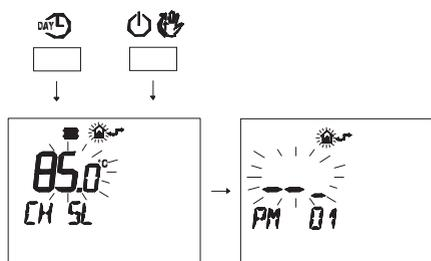

Figura 5.64
- Premere contemporaneamente i pulsanti **DAY** e **☺** per entrare nella programmazione trasparente (Figura 5.64)